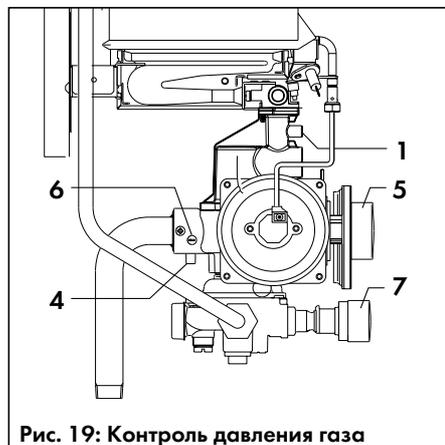

Рис. 19: Контроль давления газа
- Открутите винты (12) и снимите крышку (13) с газовой арматуры (крышка подпружинена).
- Вытащите прокладку корпуса (20), пружину вентиля (17) и клапан вентиля (18).
- Замените клапан вентиля (18) и прокладку корпуса (20) на соответствующие из комплекта для перенастройки и вставьте их вместе с прежней пружинкой (17) в газовую арматуру.
- Установите крышку (13) обратно, крепко затянув её винтами (12).
- Установите трансформатор розжига (22) и отсек элементов питания (24), закрутив винты (21) и (23).
- Установите коллектор (2) с соплами и соберите горелку, обратив внимание на наличие предварительного сопла:
- Подсоедините U-образный манометр к штуцеру для измерения давления газа на соплах (1, рис. 19), вывернув из него винт.
- Подсоедините U-образный манометр к штуцеру для измерения давления газа на соплах (1, рис. 19), вывернув из него винт (рекомендуется U-образный манометр Vaillant № 99-0034).
- Запустите аппарат в работу на максимальной мощности согласно указаниям на стр. 9 и 10 и, вывернув регулятор температуры (7, рис. 19) до упора вправо, откройте возможно больший разбор горячей воды.
- Установите вращением установочного винта секторного дросселя (6, рис. 19) давление на соплах, указанное в таблице на стр. 26: